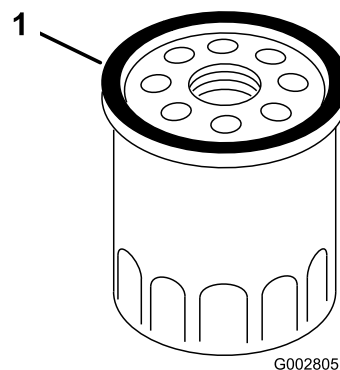

Bild 22
4. Schmieren Sie mit dem Finger etwas Öl auf die Dichtung am neuen Filter (**Bild 22**).